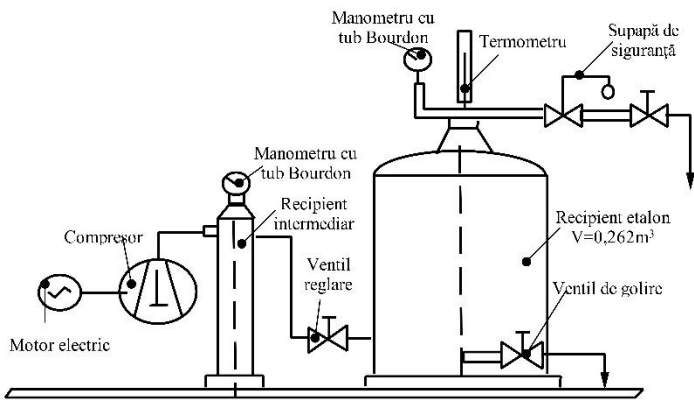

Fig. 4.15 Instalația pentru măsurarea presiunilor manometrice
- măsurarea presiunilor manometrice ale aerului refulat de un compresor (folosind instalația din Fig. 4.15), utilizând două manometre cu tub Bourdon;